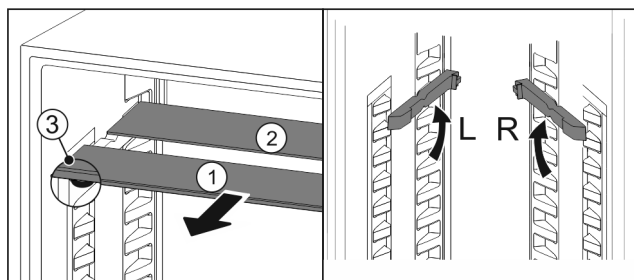

Fig. 86
- ▶ Wyciągnąć Fig. 86 (1) pojedynczo półkę szklane do przodu.
- ▶ Płyta szklana Fig. 86 (1) z listwą ozdobną znajduje się z przodu.
- ▶ Stopery Fig. 86 (3) wskazują w dół.